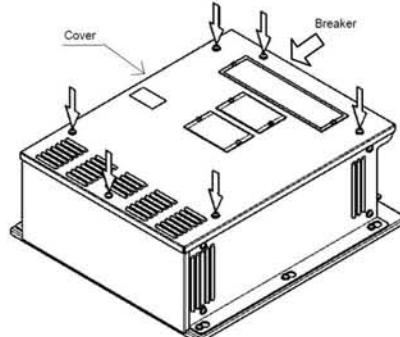

図1 [Fig.1]
- 1) ブレーカーが切れていることを確認します。カバーを固定している6つのビスを緩めます。(図1)
Then loosen the screws (six places) fixing the cover. [Fig.1]